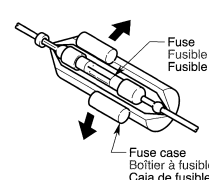

Figure 10 / Figure 10 / Figura 10
4. To replace the fuse, open the lock on the source unit side, remove the old fuse and insert the new one. (Figure 10)
4. Pour remplacer le fusible, ouvrir le loquet sur le côté de l'appareil pilote, retirer l'ancien fusible et insérer le fusible neuf. (Figure 10)